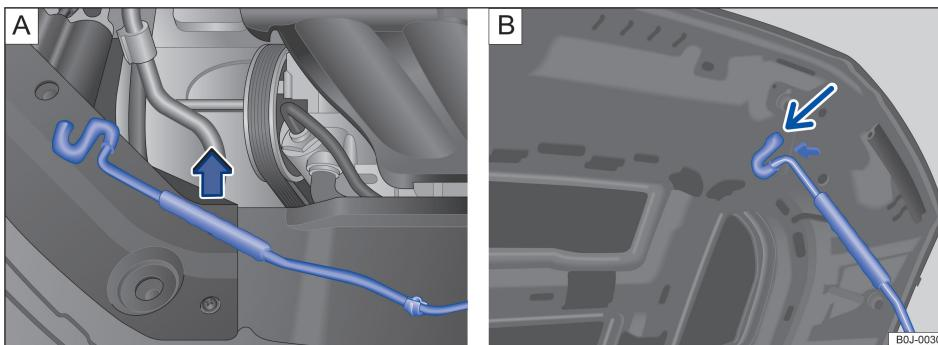

图 125 A: 发动机舱内舱盖支撑杆的支座 B: 支起的发动机舱盖;
- 将发动机舱盖支撑杆沿箭头方向从支座中取出 → 图 125 A, 然后插入发动机舱盖上的开口内 → 图 125 B (箭头)。
- 摘下发动机舱盖支撑杆, 然后卡入前围支架中的支座内 → 图 125 A。